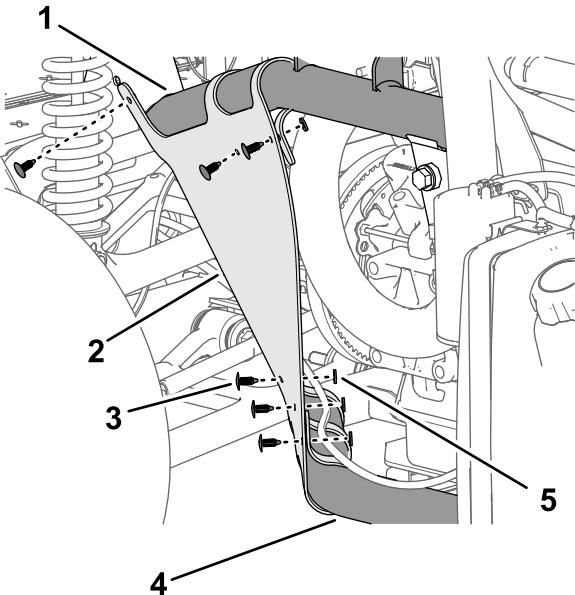

Figure 218
2. Fixez la doublure d'aile aux tubes du cadres avec les 6 fixations à pression (Figure 218).